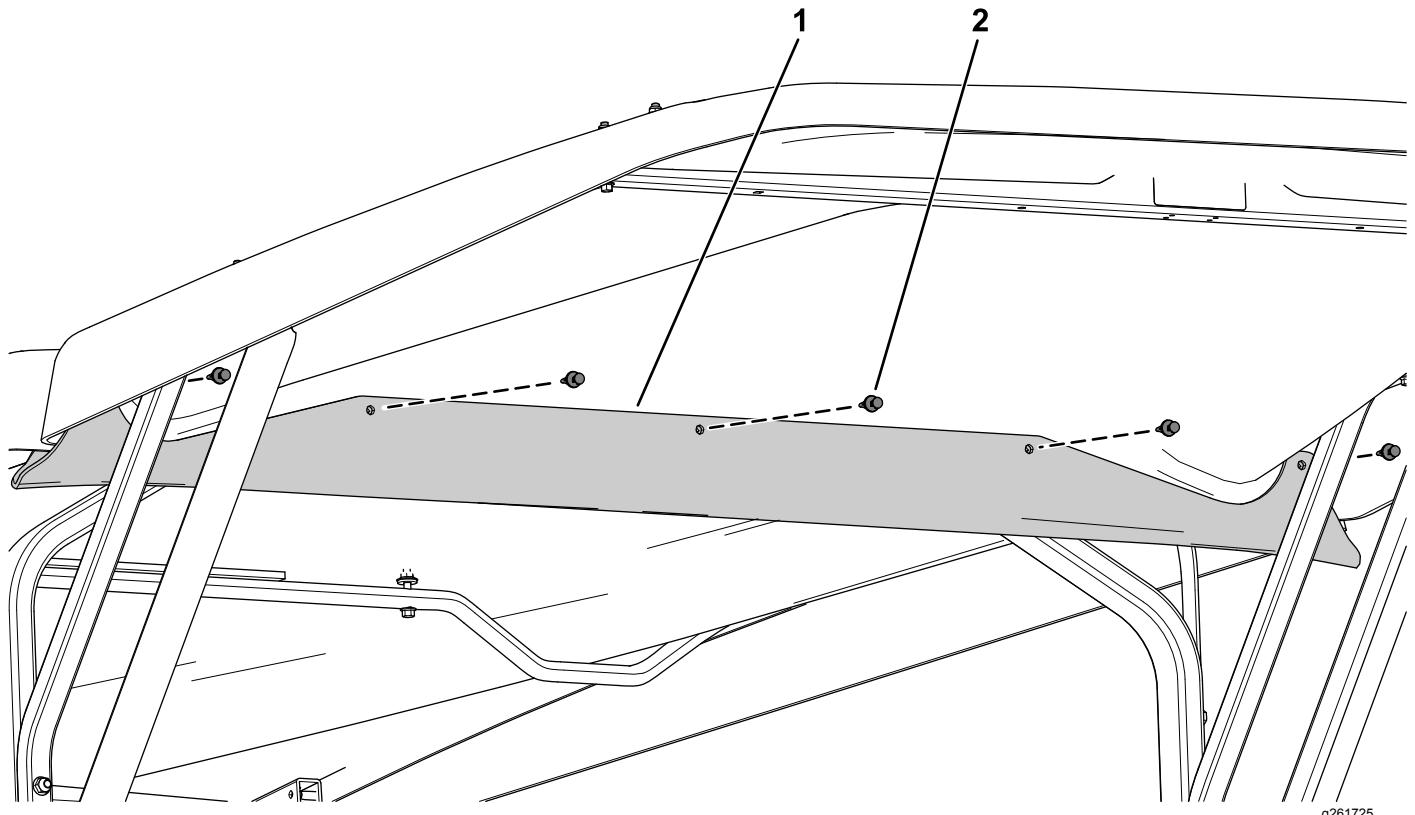

Figure 8
1. Fixez la gouttière d'évacuation au prolongement d'abri à l'aide de 5 rivets en plastique (Figure 8).